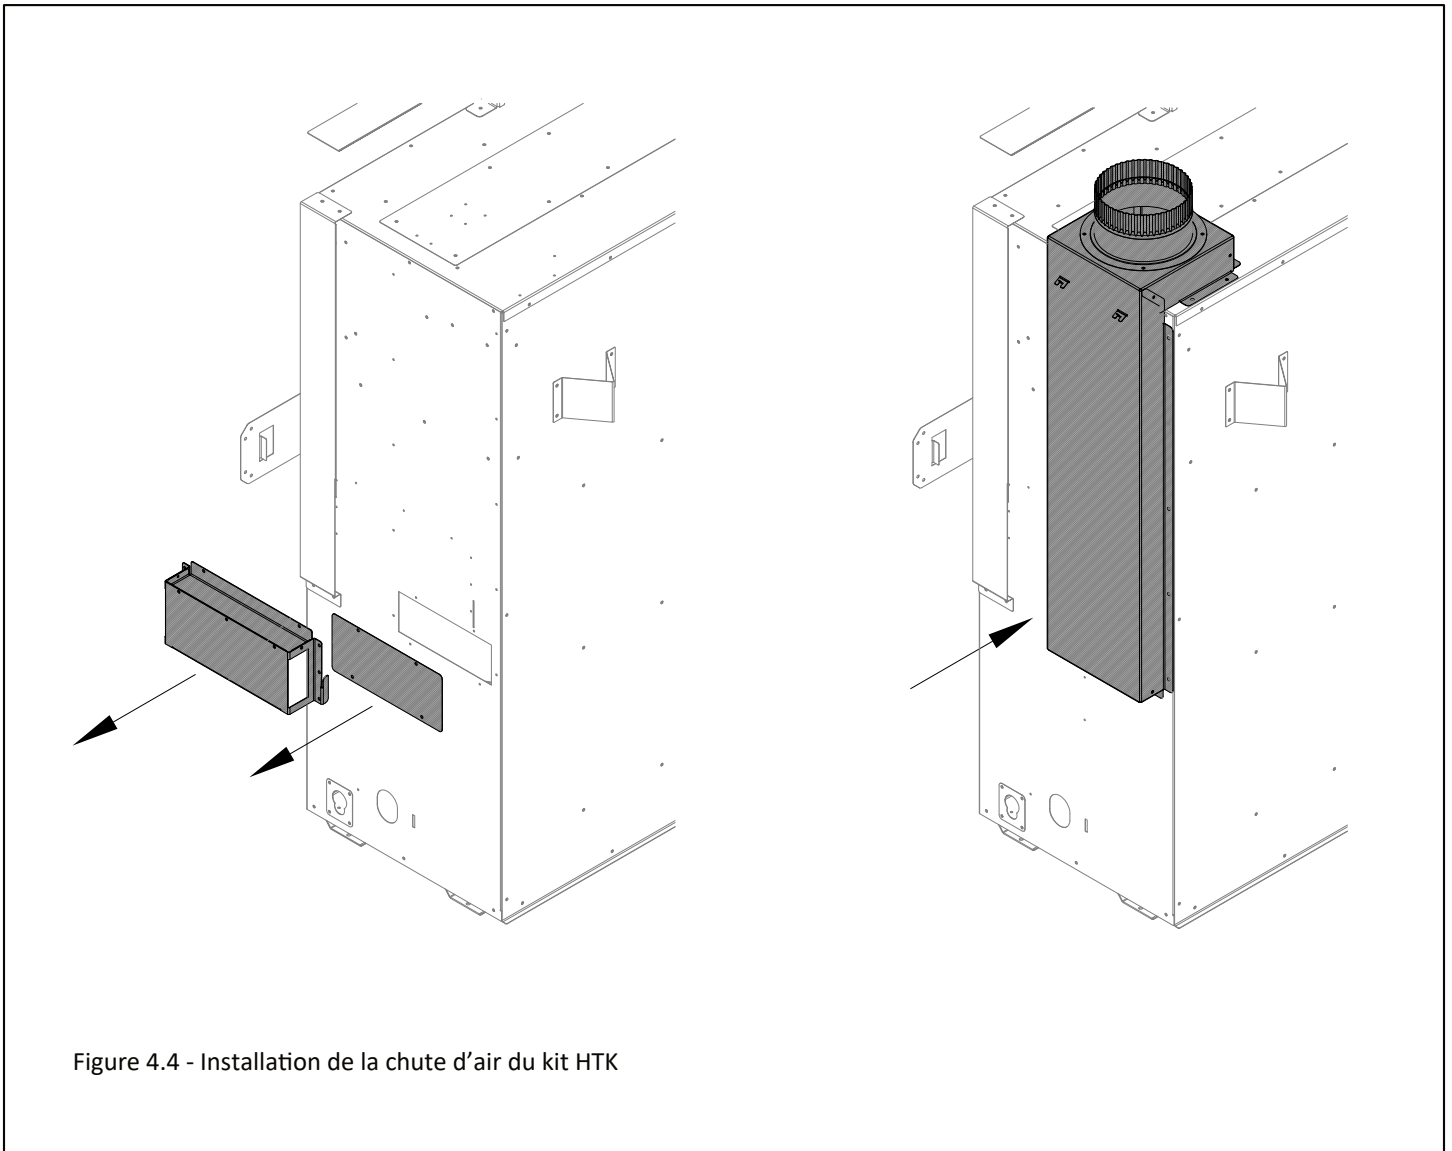

Figure 4.4 - Installation de la chute d'air du kit HTK
1. Retirez le couvercle de chute d'air HTK sur un côté du foyer et conservez ces (4) vis à métal pour utilisation ultérieure.
2. Retirez la poignée de levage de ce même côté (voir Figure 4.4) et conservez ces (9) vis à métal pour utilisation ultérieure.
3. Fixez au foyer la chute d'air HTK (pièce n° HTK-NTL), tel que montré à la Figure 4.4. Utilisez les vis à métal retirées à l'étape précédente, et celles fournies pour l'installation de la chute d'air.